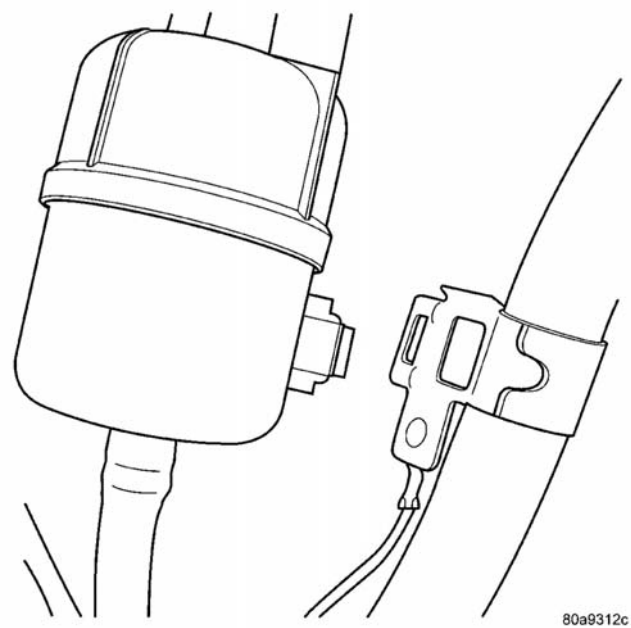

图 21 燃油管通气罐
- (6) 从加油管卸下碳罐（图 21）
- (7) 断开在加油管顶部的通气管。
- (8) 卸下接地线。
- (9) 卸下在燃油箱处的加油管。
- （5）从加注口管安装碳罐（图 21）。